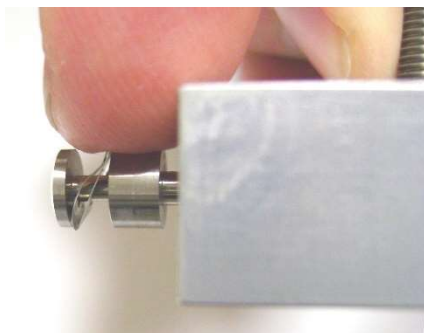

图 56: 弹簧夹方向
5. 确保阀芯在阀块中正确定位。确保弹簧夹在滑阀上的方向正确（参见图 56）。保持阀块水平，将阀块/阀芯/弹簧夹组件滑动到歧管上，确保滑阀和弹簧夹被正确放置到活塞槽中，并拧紧 2 个阀块螺丝。